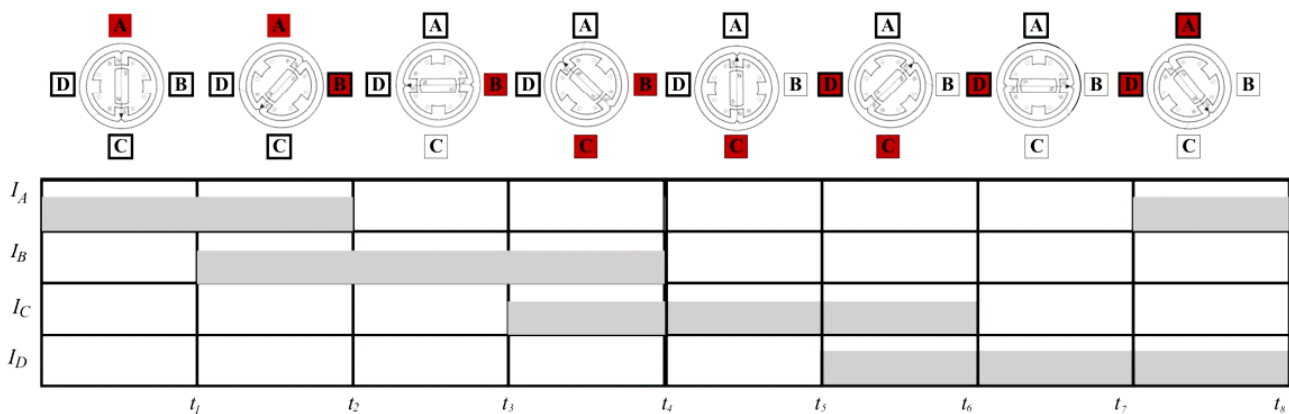

Рис. 12. Діаграми роботи в напівкроковому режимі для уніполярного двигуна
1. Скласти програму, яка реалізує обертання крокового двигуна **в напівкроковому режимі** його роботи, що ілюструється діаграмою на рис. 12.